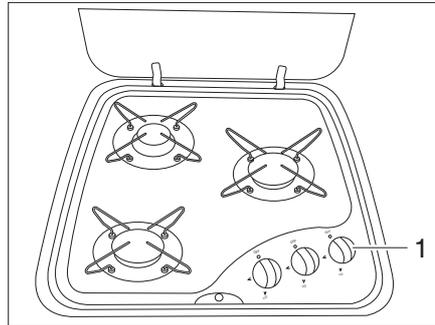

Bild 126 Bedienelemente für Gaskocher
- Drehregler (Bild 126,1) der gewünschten Brennstelle auf Zündposition (große Flamme) drehen.